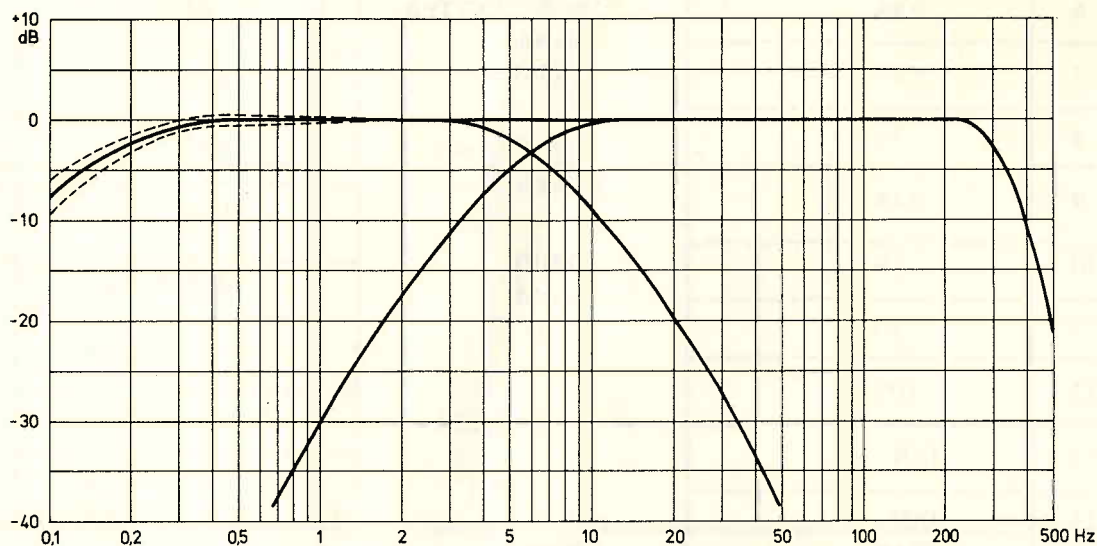

Fig. 7. Wow- og flutter-filter, linjær (WOW, FLUTTER og W+F).
Frekvensspektret kan opdelses i wow og flutter ved at aktivere henholdsvis "WOW" og "FLUTTER" på filterfunktionsomskifteren (17). Delefrekvensen er 10 Hz. Wow'et er således defineret som de frekvenser, der ligger under 10 Hz, og flutter'et er defineret som de frekvenser, der ligger over 10 Hz. (fig. 7). Det vejede filter kobles ud ved at sætte filterfunktionsomskifteren (17) i stilling "LIN", således at frekvensspektret måles liniært.